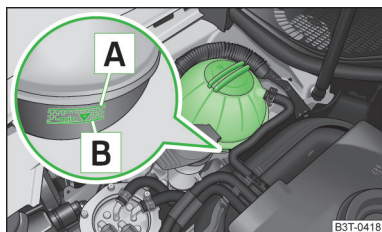

Fig. 128
Pentru completare, utilizați numai antigelul a cărui denumire o găsiți pe vasul de expansiune al lichidului de răcire » fig. 128 la pagina 170.
- Nu adăugați lichid de răcire deasupra marcajului [\[A\]](#) » fig. 128 la pagina 170.
- Verificați nivelul lichidului de răcire la vasul de expansiune al lichidului » fig. 128. Când motorul este rece, nivelul lichidului de răcire trebuie să se afle între marcajele **B** (min.) și **A** (max). Când motorul este cald, nivelul lichidului de răcire poate fi și puțin peste marcajul **A** (max).
Nu adăugați lichid de răcire peste marcajul **A** (max.) » fig. 128 la pagina 170! La încălzire, surplusul de lichid de răcire este împins din sistemul de răcire prin supapa de suprapresiune din capacul vasului de expansiune.